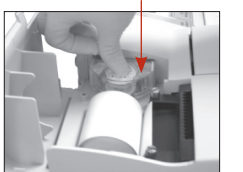

Figure 2 : Installer la nouvelle cartouche de la pompe, puis enfoncer le rouleau de la pompe
5. Tenir la nouvelle cartouche de la pompe péristaltique à côté du moteur de la pompe (têtes vers le bas). Faire pivoter à la main l'axe du moteur de manière à l'aligner avec la rainure du corps de la pompe. Ensuite, aligner la cartouche sur l'axe du moteur et l'enfoncer fermement jusqu'à ce qu'elle soit bien assise dans le boîtier (Figure 2).
6. Enfoncer le rouleau de la cartouche de la pompe jusqu'à ce qu'il soit bien en place sur l'axe du moteur de la pompe (Figure 2).